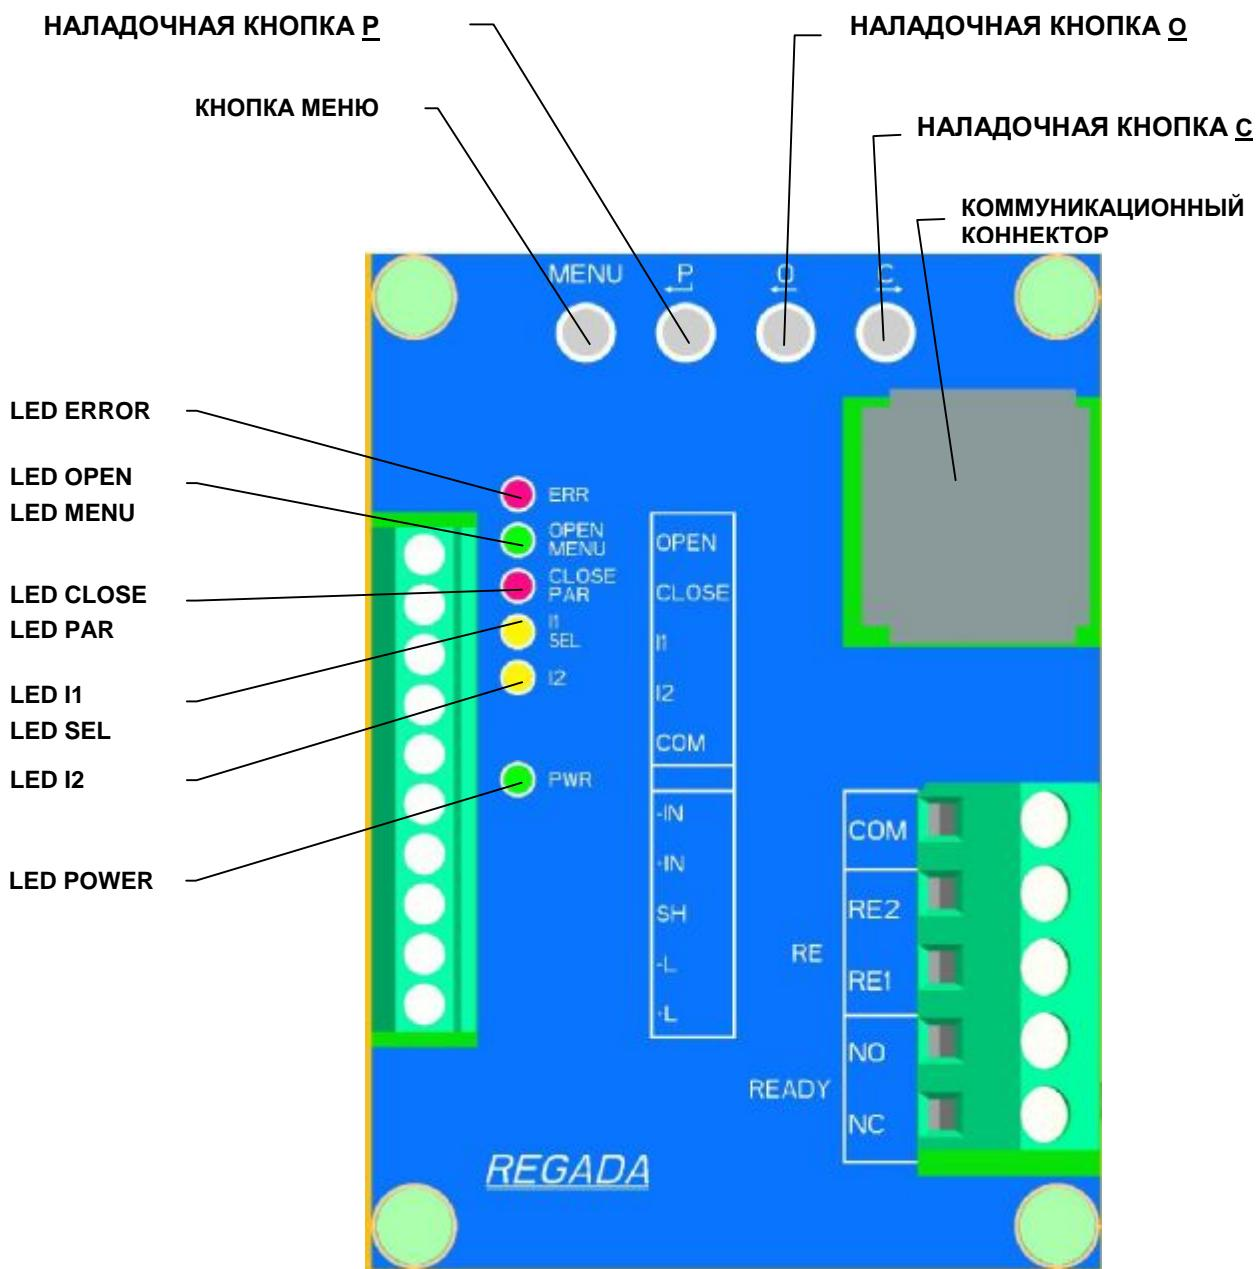

Рис. 6
Установка осуществляется на механически и электрически присоединенном ЭП. Данная глава описывает настройку ЭП на параметры, которые заказчику позволяет програмная оснастка. Размещение элементов настройки доски управления указанно на Рис.6.
- через кнопки блока управления (**Рис.6**)
- 6 сигнальными диодами (LED диоды) по **Рис. 6**